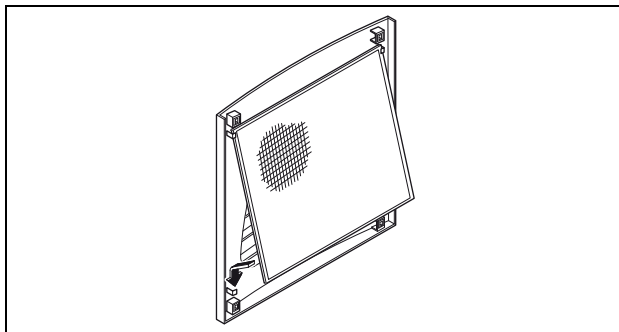

Abb. 13: Filtermatte einbauen
- Legen Sie die Filtermatte wie in Abb. 13 gezeigt in das Lamellengitter ein und drücken Sie es wieder auf das Gehäuse.